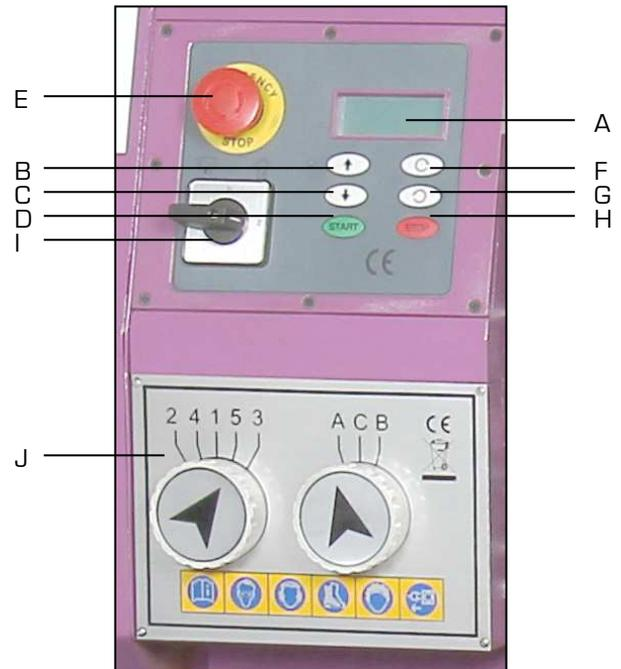

Figure 2
4. Déverrouiller l'arrêt coup de poing à accrochage (E) en le tournant dans le sens horaire, comme indiqué par la flèche.
5. Positionner le sélecteur [I fig.2] sur « 1 ».
6. L'affichage digital de vitesse de broche (A) montre « 0000 ».
7. Appuyer sur le bouton « MARCHÉ » (D) et sur les flèches « ↑ » (B) pour augmenter ou « ↓ » (C) pour diminuer la vitesse de broche.
8. Pour choisir le sens de rotation de la broche, appuyer sur « ⤵ » (F) pour le sens normal ou sur « ⤴ » (G) pour le sens inversé.
11. Arrêter la machine en appuyant sur le bouton « ARRÊT » (H) et la débrancher de l'alimentation principale.
✓ Le sélecteur [I fig.2] sur la position « 2 » est utilisé lorsque le tour dispose d'une tête de perçage/fraisage (option non fournie). Lors de l'utilisation des avances